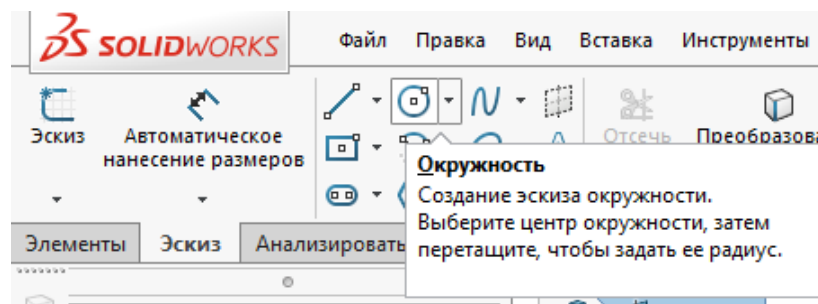

Рисунок 4 – выбор инструмента «Окружность»
5. На панели операций выбрать элемент «**Окружность**». Рисунок 4.